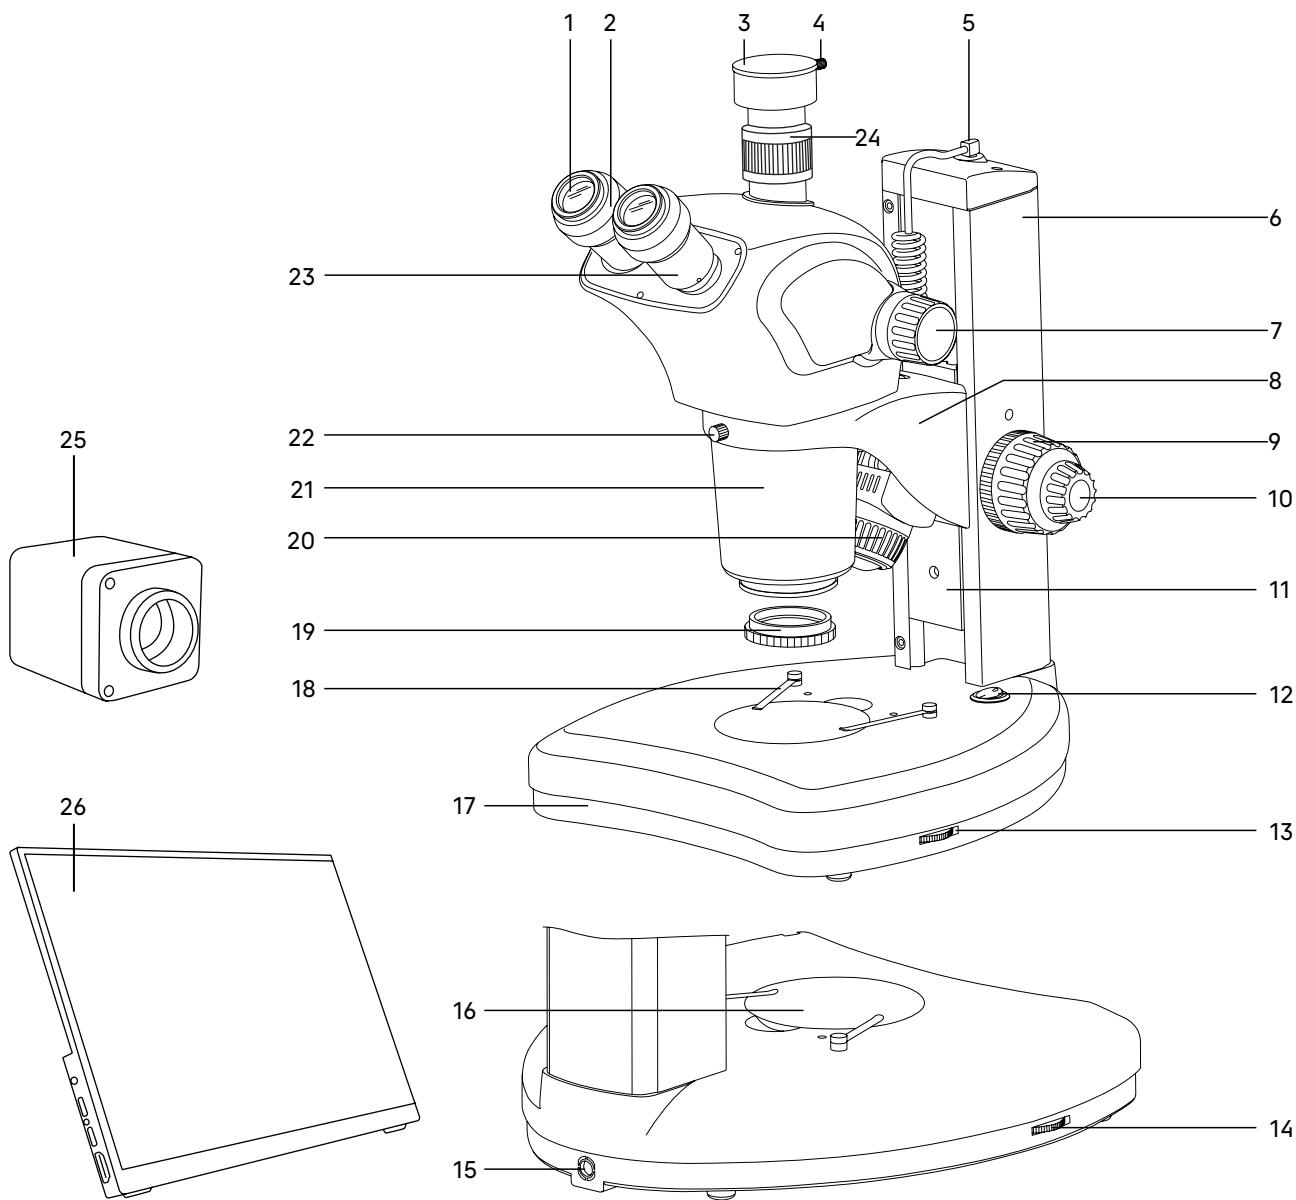

Рис. 1. Микроскоп MAGUS Stereo D9T LCD
Полный состав микроскопа указан в разделе 7 данного руководства по эксплуатации. Общий вид микроскопа представлен на рис. 1 и 2.
Общий вид микроскопа представлен на рис. 1.
Штатив микроскопа **6** (рис.1) закреплен на основании **17** (рис. 1). Штатив несъемный.
В штативе располагается механизм фокусировки **11** (рис. 1), на который крепится кронштейн **8** (рис. 1) для установки оптической головки. Наверху штатива гнездо для подключения шнура осветителя отраженного света **5** (рис. 1)
В основании **17** (рис. 1) расположен блок питания и источник проходящего света – светодиод. Матовая пластина **16** (рис. 1) обеспечивает рассеивание света и равномерное освещение всей плоскости исследуемого объекта. Выключатель **12** (рис. 1) служит для включения и выключения источника света.
Регулировка яркости осветителя отраженного света осуществляется диском **14** (рис. 1), проходящего света – диском **13** (рис. 1).
Основание так же выполняет функцию предметного столика. Объект исследования располагают на пластине **16** (рис. 1). Пластина устанавливается в гнездо основания. Диаметр пластины – 90 мм.
При необходимости объект можно закрепить на пластине двумя прижимами **18** (рис. 1).
Фокусировочный механизм **11** (рис. 1) перемещается в штативе **6** (рис. 1), обеспечивая фокусировку на объект в соответствии с высотой объекта и рабочим расстоянием объектива.
Кронштейн **8** (рис. 1) закреплен на фокусировочном механизме. Вертикальное эффективное движение составляет 83 мм.
В кронштейн устанавливается оптическая головка и закрепляется в кронштейне винтом **22** (рис. 1). Оптическую головку можно повернуть внутри кольца кронштейна и зафиксировать в любом удобном положении.
В окулярные тубусы визуальной насадки **23** (рис. 1) устанавливаются окуляры **1** (рис. 1). Тубусы разводятся в соответствии с глазной базой наблюдателя в пределах от 53 до 75 мм.
В вертикальный тубус **24** (рис. 1) корпуса визуальной насадки (канал визуализации) для фиксации камеры устанавливается переходник C-mount. Камера **25** служит для вывода изображения на экран компьютера или монитор/телевизор.
Трансфокаторный объектив **21** (рис. 1) имеет увеличение от 0,7 до 6,3 крат и позволяет в процессе наблюдения плавно изменять увеличение в 9 раз без потери качества и с сохранением большого рабочего расстояния – 110 мм.
Увеличение микроскопа изменяется при помощи вращения рукоятки **7** (рис. 1).
Окуляры с увеличением 10х имеют линейное поле зрения 22 мм (WF 10х/22). Каждый окуляр имеет диоптрийную подвижку **2** (рис. 1). Окулярные тубусы имеют надежную конструкцию крепления окуляров, которая исключает возможность случайного выпадения окуляров при перемещении микроскопа. Окуляры закрепляются в тубусах винтами.
Осветитель косоугольного освещения 20 (рис. 1) зафиксирован в кронштейне. Штекер осветителя устанавливается в гнездо штатива 5 (рис. 1).
- Установите пластину 16 (рис. 1). При работе с прозрачными объектами выбирайте стеклянную пластину. При работе с непрозрачными объектами выбирайте черно-белую пластину. Для повышения контраста темные объекты исследуются на белой стороне пластины, светлые – на черной стороне.
- Установите прижимы 18 (рис. 1).
- Установите оптическую головку в кольцо кронштейна 8 (рис. 1). Закрепите оптическую головку винтом 22 (рис. 1). Не следует затягивать винт слишком сильно.
- Рукоятки регулировки освещенности объекта **13** и **14** (рис. 1) установите в минимальное положение.
- Подключите шнур питания в разъем **15** (рис. 1). Включите шнур в розетку электропитания.
Установите минимальное увеличение объектива 0,75x вращением рукоятки смены увеличения 7 (рис. 1). Рукоятки находятся с двух сторон оптической головки.
Для компенсации аметропии глаз наблюдателя используйте диоптрийную подвижку окуляров. Изначально следует выставить диоптрийную подвижку на обоих окулярах на ноль, для этого вращением кольца 2 (рис. 1) совместить «0» с меткой «I».
Наблюдая в окуляр, установленный в правый окулярный тубус (при этом левый глаз закрыт), сфокусируйтесь на четкое изображение объекта. Наблюдая в окуляр, установленный в левый окулярный тубус (при этом правый глаз закрыт), и не трогая рукояток фокусировочного механизма, добейтесь резкого изображения объекта в левом окулярном тубусе вращением кольца 2 (рис. 1) диоптрийного механизма окуляра.